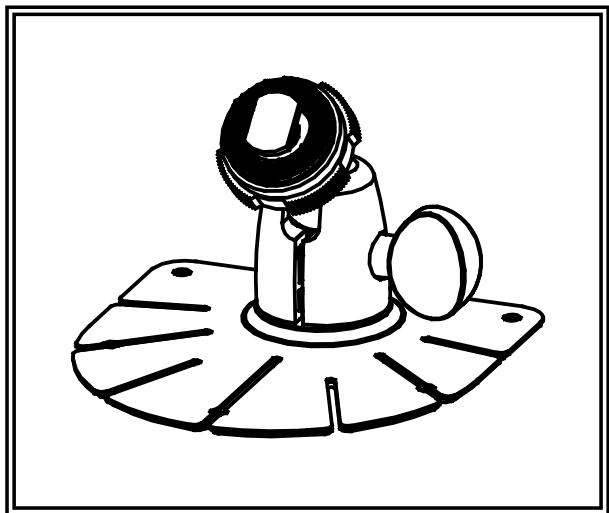

Figure 7
1. Choisissez l'emplacement adapté sur le véhicule et fixez le socle. (Figure 7)